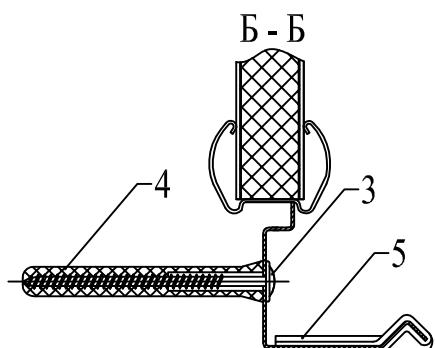

Рис.2
1. На стене на необходимой высоте закрепить лоток (2), для чего по его отверстиям разметить и просверлить в стене два отверстия Ø8 и глубиной 80 мм, забить в них два дюбеля (4), и саморезами (3) закрепить лотки (Рис.2). На торцевые части лотка закрепить заглушки (5).